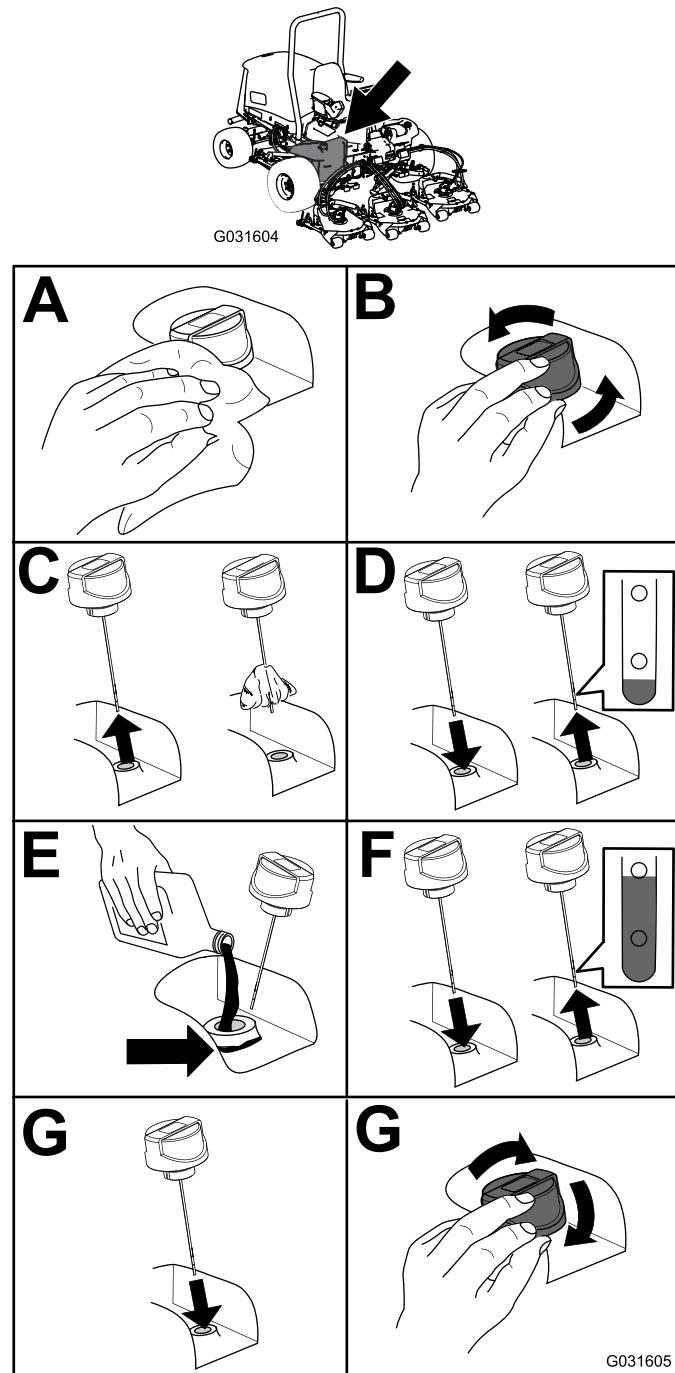

Bild 55
2. Prüfen Sie den Stand des Hydrauliköls (Bild 55).